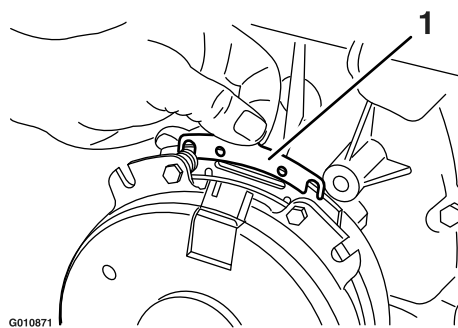

Figure 68
- B. A l'aide d'une pince à becs longs ou avec les doigts, saisissez la languette et déposez la cale (Figure 68).
moteur corrects, et réduit les risques de surchauffe et de dommages mécaniques du moteur (Figure 68).